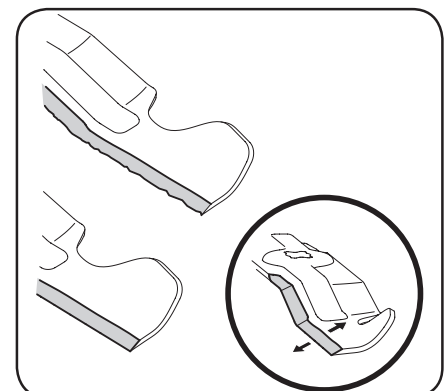

Figura 4-9
- Cambie o afile las cuchillas. Para afilar las cuchillas de corte correctamente, extraiga cantidades iguales de metal de ambos extremos de las cuchillas a lo largo de los bordes cortantes, paralelo al borde de caída, con un ángulo de 25° a 30°. Afile siempre cada borde de las cuchillas de corte de forma pareja para mantener un equilibrio adecuado entre las mismas. Vea la Figura 4-9.